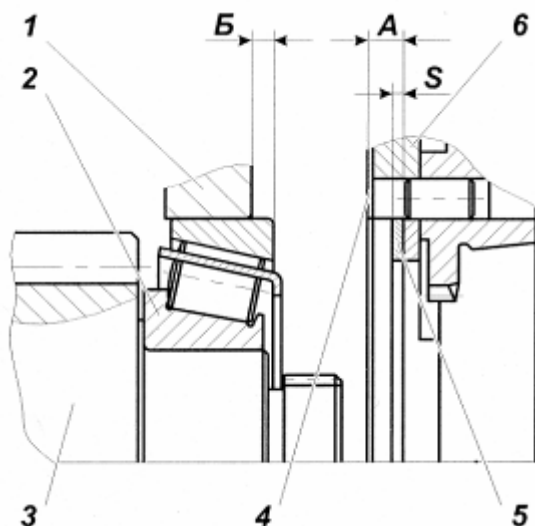

Рис. 113:
3.1 Замерить абсолютные величины размеров А (между торцами уплотнительной прокладки и проставки) и Б (между торцами картера и подшипника) рис. 113. При этом, торец ступицы шестерни привода промежуточного вала должен быть плотно (под усилием собственного веса вала) прижат к торцу технологического приспособления, а наружное кольцо заднего подшипника - к роликам.